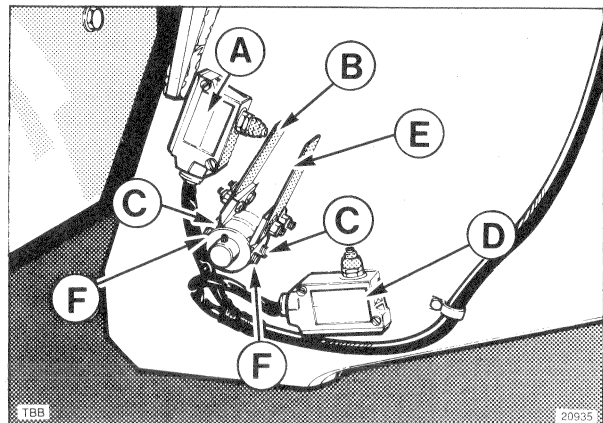

Fig. 203
## Contacteurs de fin de course (Figure 203)
4. Vérifier le contacteur de fin de course A "contacteur avant" (Fig. 203). Eloigner la platine de contacteur B de 3 à 4 mm du contacteur A, celui-ci ne doit plus être au contact de la platine. Dans la négative, desserrer les deux vis C de la platine de contact B puis tourner la bague et la platine B sur l'arbre. Resserrer les vis C.
7. Vérifier le contacteur de fin de course D (Fig. 203). Eloigner la platine de contacteur E de 3 à 4 mm du contacteur D, celui-ci ne doit plus être au contact de la platine. Dans la négative, desserrer les deux vis F de la platine de contact E puis tourner la bague et la platine E sur l'arbre. Resserrer les vis F.